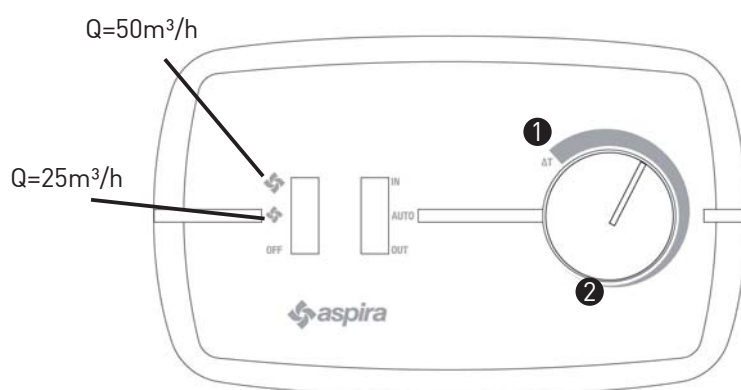

Imagen 14
Si por ejemplo en invierno la temperatura exterior es de -15 °C y por lo tanto la diferencia de temperatura ΔT entre el interior y el exterior se aumenta, gire la perilla a la posición (1). Por el contrario, en un día primaveral, donde la diferencia de temperatura ΔT es mínima o cercana a cero, gire la perilla a la posición (2) (Imagen 14).